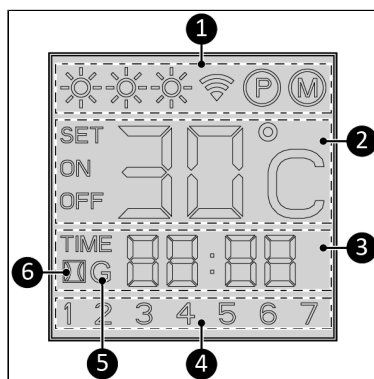

Figure 5.
Indication de statut (Figure 5, pos. 1) :
Témoin de température (Figure 5, pos. 2) :
Indication d'heure (Figure 5, pos. 3) :
Indication de jour (Figure 5, pos. 4) :
Témoin Wi-Fi (Figure 5, pos. 5) :
Détection fenêtre ouverte (Figure 5, pos. 6):